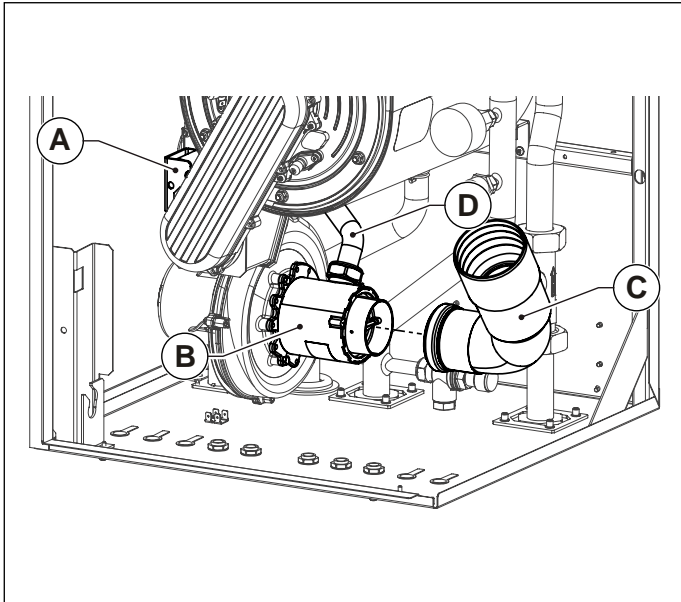

Рис. 38 Воздуховод
- Снимите глушитель воздухозабора **C** со смесителя (Только KR 85) (смотри Рис. 38 Воздуховод).
- Отсоедините газовую трубу **D** от смесителя **B** (см. Рис. 38 Воздуховод).
- Соедините газовую трубу **D** со смесителем (см. Рис. 38 Воздуховод).